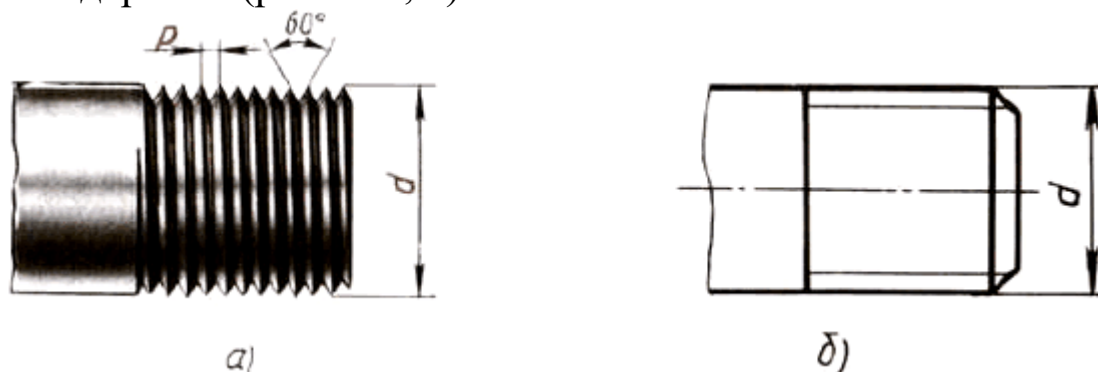
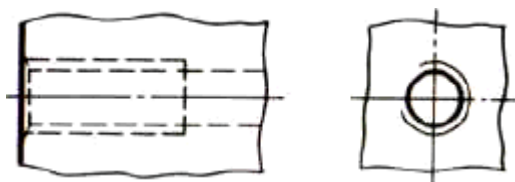
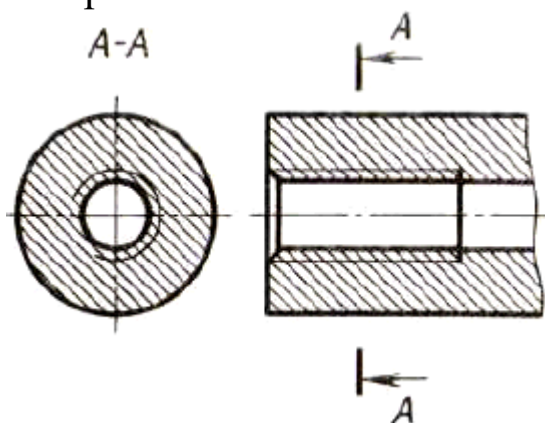

Рис. 210. Изображение резьбы на стержне: а — наглядное (d — наружный диаметр, P - шаг); б условное
Рис. 212. Изображение резьбы в отверстии (без разреза)
Рис. 213. Изображение резьбы в отверстии (в разрезе)
Изображение резьбы. Многие детали имеют резьбу, которая служит для их соединения. С помощью резьбы осуществляют также передачу движения. Наиболее распространена метрическая резьба, имеющая треугольный профиль с углом  $60^\circ$  при вершине. Резьба на чертежах изображается условно. Это значит, что ее не рисуют такой, как мы ее видим (рис. 210, а), а вычерчивают упрощенно по правилам, установленным государственными стандартами (рис. 210, б).
Резьба, показанная как невидимая, изображается штриховыми линиями и по наружному и по внутреннему диаметру (рис. 212). Резьбу в отверстии на разрезе (рис. 213) показывают сплошными тонкими линиями по наружному и сплошными толстыми — по внутреннему диаметру. Штриховку на разрезе всегда доводят до сплошной толстой линии. Границу видимой резьбы проводят до линии наружного ее диаметра и изображают сплошной толстой основной линией (см. рис. 210, б).
31.2. Обозначение резьбы. По условному изображению нельзя определить, какая резьба должна быть нарезана на детали. Как же это установить? Тип резьбы и основные размеры — наружный диаметр и шаг  $P$  (см. рис. 210, а) — указывают на чертежах надписью. Эту надпись называют обозначением резьбы. Например, надпись  $M50 \times 1,5$  обозначает: резьба метрическая, наружный диаметр 50 мм, шаг 1,5 мм (мелкий шаг в обозначении приводят, а крупный нет). Резьбу подразделяют на правую и левую. В случае левой резьбы после ее обозначения добавляют надпись ЛН, например  $M24 \times 2 \text{ЛН}$ .